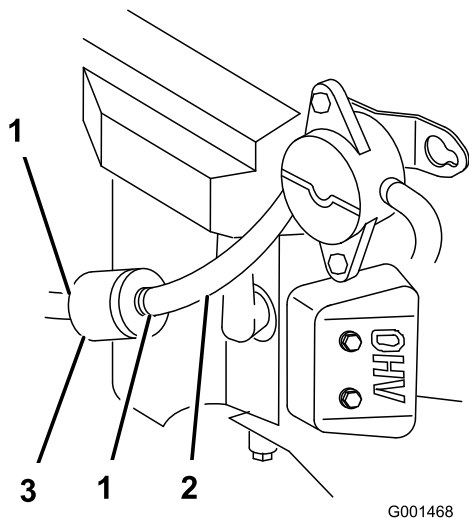

Figure 28
7. Ouvrez le robinet d'arrivée d'essence sur le réservoir (Figure 28).
3. Fermez le robinet d'arrivée de carburant sur le réservoir (Figure 28).
4. Pincez les extrémités des colliers et faites glisser ceux-ci pour les éloigner du filtre (Figure 28).